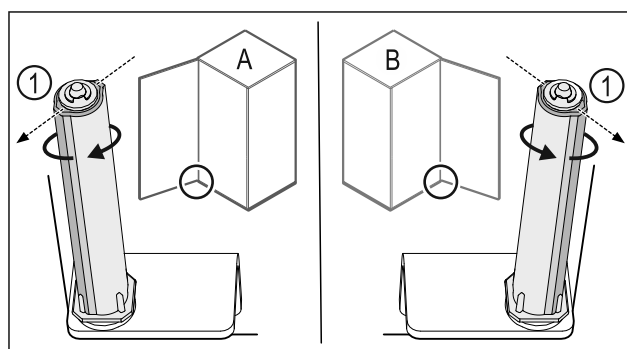

Fig. 50 Okretanje nalijevo (A) / okretanje nadesno (B)
- ▶ Okrećite sustav zatvaranja do kraja dok lamela sustava zatvaranja Fig. 50 (1) ne bude usmjerena prema van.